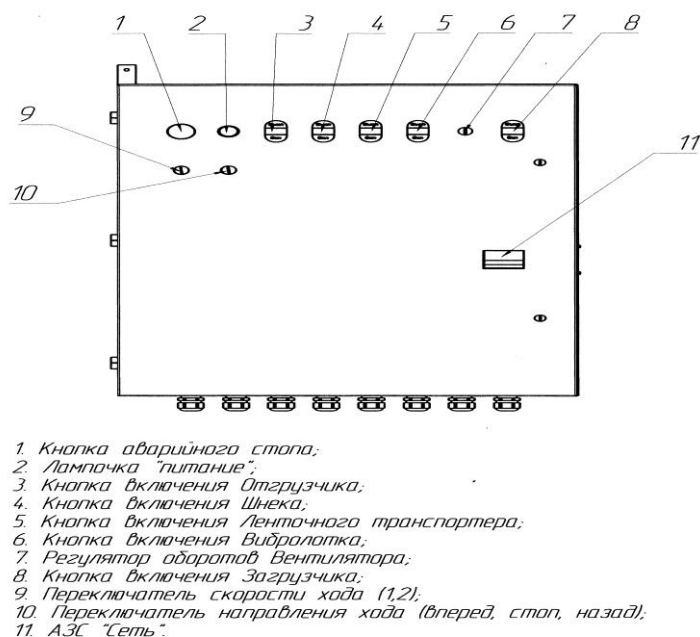

рис. 4
На лицевой панели щита управления машин типа МС10П, (рис. 4) находится АЗС включения питания «СЕТЬ» (11), кнопка аварийной остановки машины (1), световой индикатор включения сети (2), кнопка пуска и остановки отгрузчика готовой продукции (3), кнопка пуска и остановки выгрузного шнека отходов (4), кнопка пуска и остановки ленточного транспортера (5), кнопка пуска и остановки вибралотка (6), регулятор оборотов вентилятора (7), кнопка пуска и остановки загрузчика исходного материала (8); двухпозиционный переключатель скорости хода (9), трехпозиционный переключатель направления хода (10).
Аварийное отключение машины производится общим отключением, с помощью кнопки «Аварийный стоп» (см. рис.4).